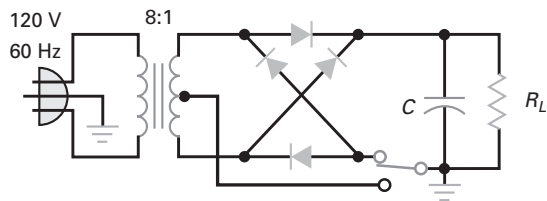

Figura 4-46
- 4-48** Para a chave na posição mostrada na Figura 4-46, qual é o valor de tensão de saída? Se a chave for mudada para outra posição qual é a tensão na saída?